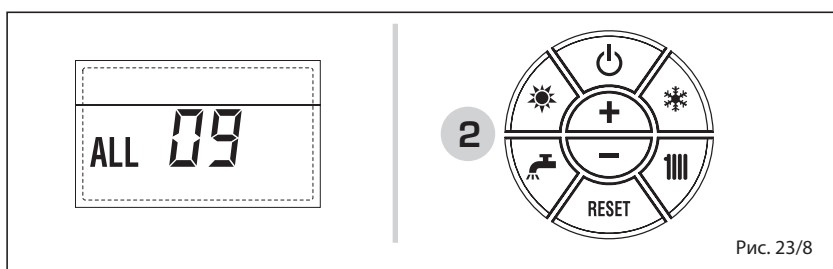

Рис. 23/8
– НЕИСПРАВНОСТЬ ДАТЧИКА ЗАЩИТЫ ОТ ЗАМЕРЗАНИЯ СИФОНА «ТРЕВ 10» (рис. 23/9)